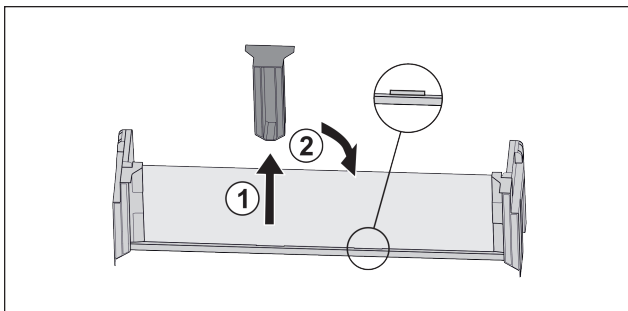

Fig. 19
- ▶ Mittleres Halteteil abziehen Fig. 19 (1).
- ▶ Mittleres Halteteil auf zweiter Position einsetzen Fig. 19 (2).